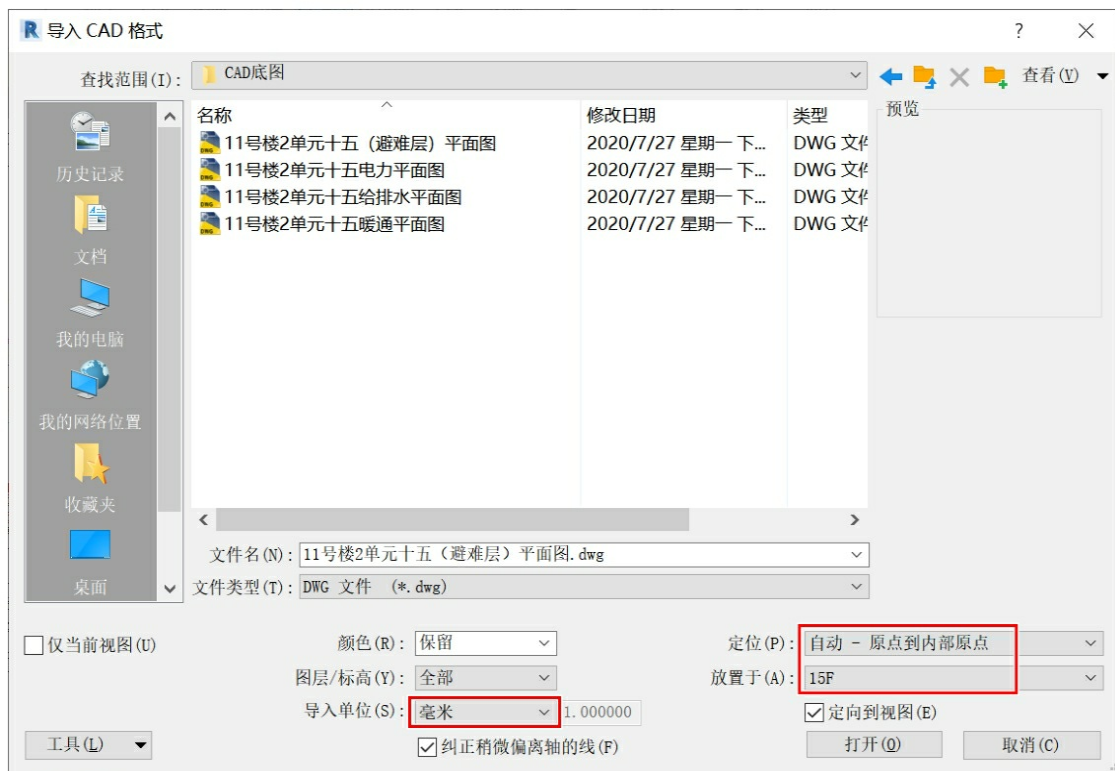

图2-49
(1) 单击“插入”选项卡>“导入CAD”，打开“导入CAD格式”对话框，选择“11号楼2单元（办公楼）十五层暖通平面图.dwg”，“导入单位”为“毫米”，“定位”为“自动-原点 to 内部原点”，“放置于”为“15F”，单击“确定”按钮，如图2-49所示。